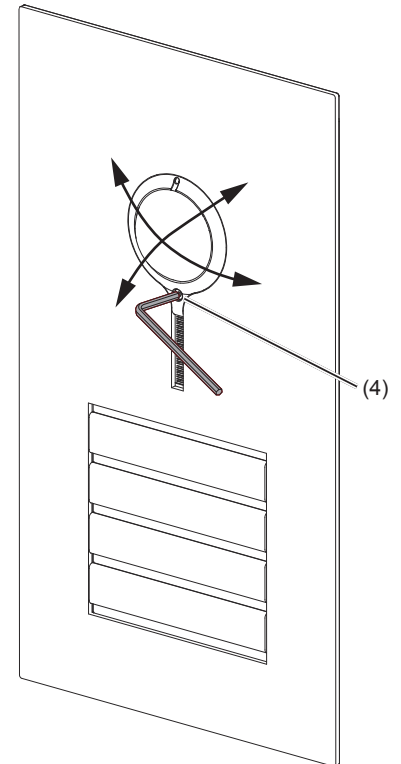

Bild 13: Ausrichtung der Kamera
■ Die Fixierschraube für die Kamera mit dem beiliegenden Inbusschlüssel 1,5 mm lösen (Bild 13).